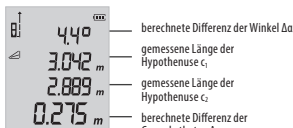

Abb. 8
- Bei einer Messung nach Abbildung 5 werden die Längen der gegenüberliegenden Katheten x_1 , x_2 und die einzelnen Winkel α berechnet. Die gemessenen und berechneten Werte der Winkeldifferenz $\Delta\alpha = \alpha_1 - \alpha_2$ und der Katheten $\Delta x = x_1 - x_2$ werden auf dem Display angezeigt, siehe Abbildung 8.